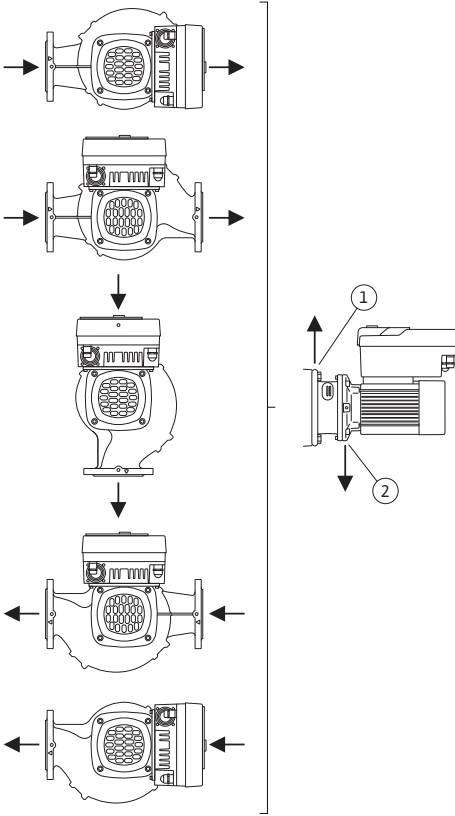

Fig. 17: Yatay mil ile izin verilen montaj konuları
- Yatay motor milinde kondens suyu deliğinin aşağıya doğru olması gerekir (Fig. 17, pos. 2). Gerekirse motor döndürülmelidir.